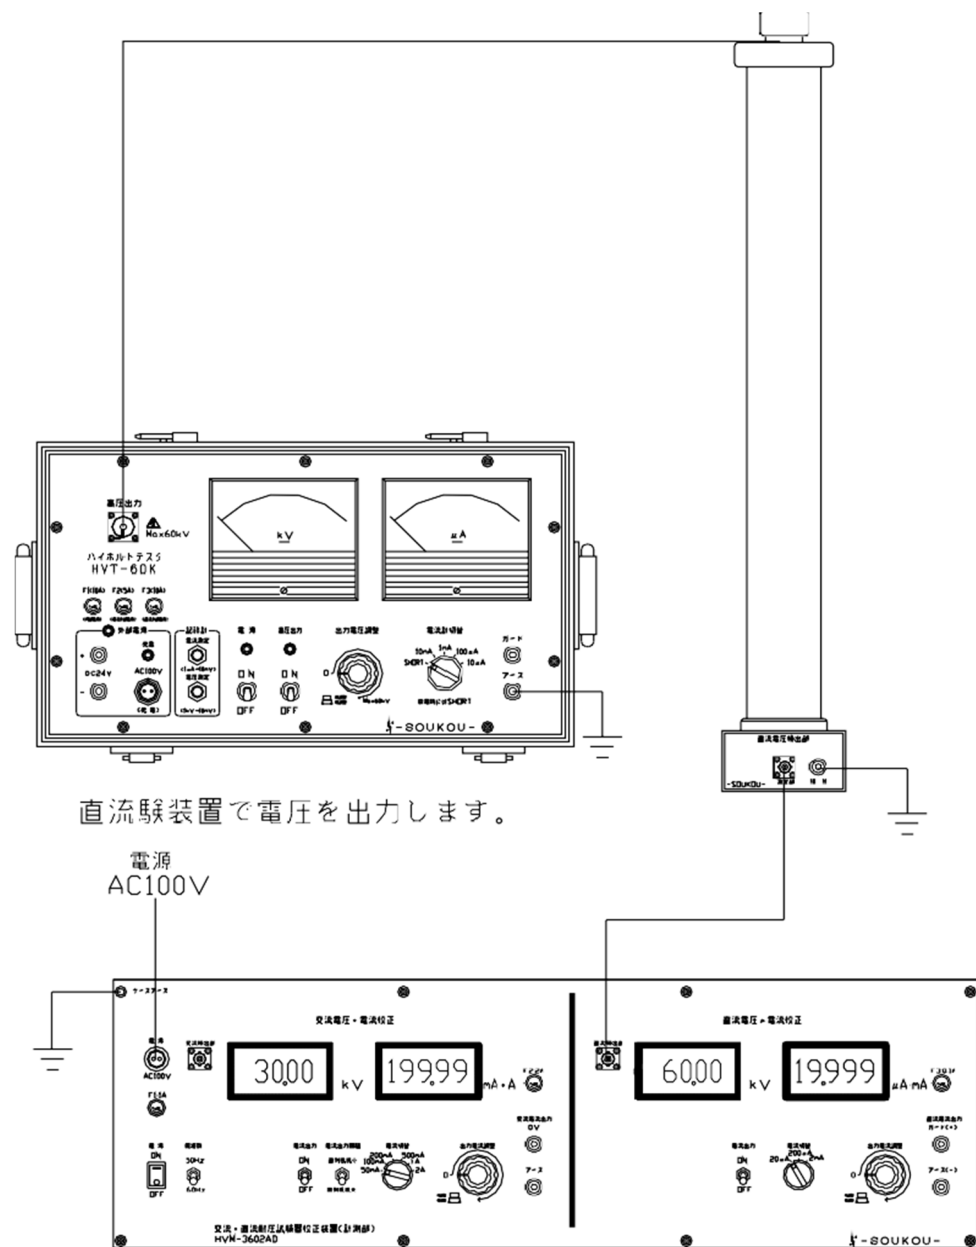

図3：直流電圧計の校正接続図
- 1) 図3：直流電圧計の校正接続図を参照し接続して下さい。